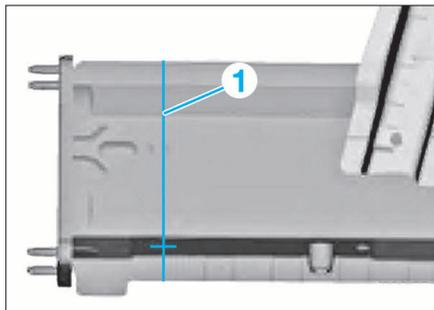

FIG. 1
• Tracer la ligne de coupe (1) au centre de l'alésage Ø20 mm et procéder à la découpe sur le véhicule (Fig.1).